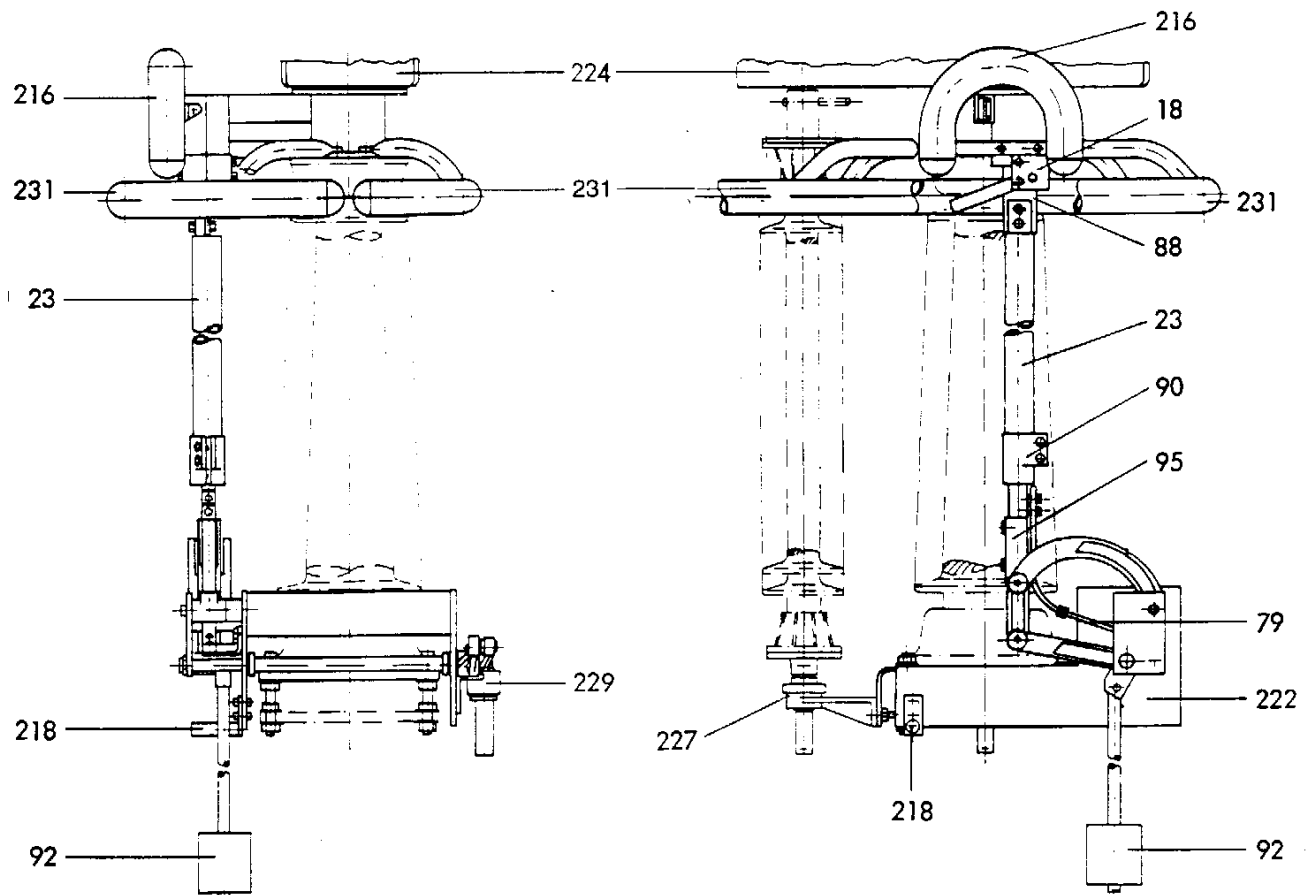

Bild 11
7.4.7 Zwischenplatte 320 oder (falls diese nicht vorhanden) Distanzplatte 320a zusammen mit Stützisolator 201 (bzw. dem oberen Teilisolator) und - nur bei 362...525 kV - mit den Glimmschutzarmaturen 231 am Kopfwischenstiel 223 festschrauben. Bei Ausführung mit Erdungsschalter sind die beiden Hälften der Glimmschutzarmatur 231 unterschiedlich groß. Die größere Armatur ist auf der Seite des Erdungsschalters zu montieren (Bild 11).